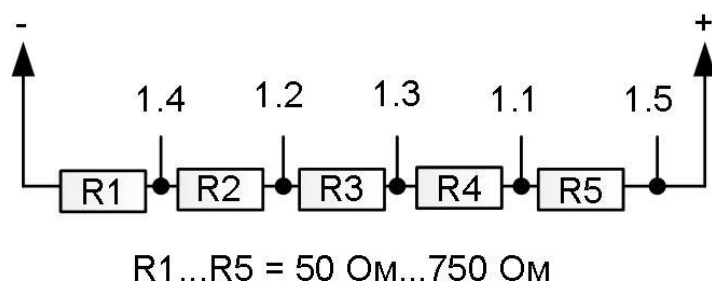

Рис. 9. Схема имитатора для проверки МКА4+
2. Собрать «Имитатор» см. рис.9.
6. В случае применения в системе мониторинга датчика тока ДТ1 установить джамперы J14, J17. Отключить имитатор от кабелей И2. Подключить имитатор к разъему кабеля Т согласно рис. 9. (1.x означает, что этот проводник можно подключить к любой точке 1.1...1.5 имитатора). Отключить кабель И2 от разъема X5 МКА4+. Подключить кабель Т с имитатором на конце к разъему X5 МКА4+. Убедиться в верном выполнении пп.4.4. раздела 4. При необходимости выявить причину неполадки и по возможности устранить.